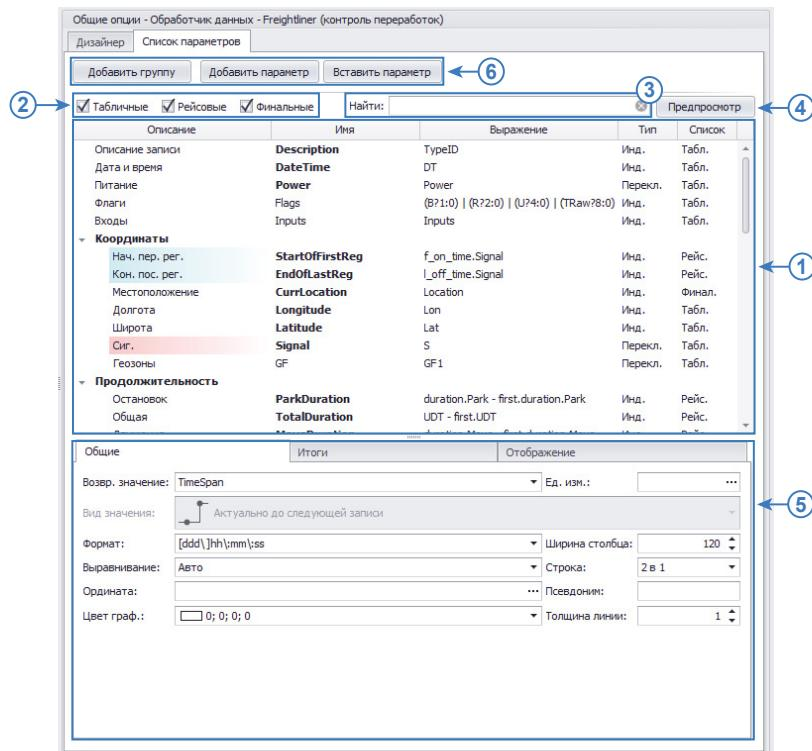

Рис.79. Список параметров.
Список параметров (Рис.79, п.1) приведен в табличном виде и содержит все стандартные параметры, добавленные через дизайнер параметров, пользовательские параметры и дополнительные параметры, добавляемые в обработчик данных для расчета стандартных параметров – параметров, добавленных через Дизайнер.
- При помощи фильтров «Табличные», «Рейсовые» и «Финальные» (**Рис.79, п.2**) пользователь может скрыть разные типы параметров в списке.
- Для удобства работы с большим списком параметров предусмотрен поиск по списку. Для поиска нужного параметра необходимо ввести имя этого параметра или описание в строку «Найти», расположенную над списком параметров (**Рис.79, п.3**).
- В режиме предварительного просмотра пользователь может посмотреть предварительный список параметров, обрабатываемых в программе. Для этого необходимо нажать кнопку «Предпросмотр» (**Рис.79, п.4**) в верхнем правом углу вкладки. В режиме предпросмотра показаны зависимости, выбранный цвет графика, ошибки, если параметры заданы неверно (например, если неверно задано выражение для расчета). Данная возможность позволяет проверить параметры на наличие ошибок и корректность логических выражений перед началом обработки данных.
- При выборе параметра в списке в нижней части вкладки отображаются настройки этого параметра (**Рис.79, п.5**). Настройки расположены на нескольких вкладках. Настройки определяются типом параметра, который задается в списке параметров в поле «Тип». В последующих параграфах более подробно рассмотрена настройка каждого типа параметров.
- В списке параметров встроена Автосправка, которая позволяет загрузить список всех доступных параметров. Для вызова справки необходимо нажать правую кнопку мыши на списке параметров и выбрать пункт «Автосправка» (**Рис.79**).
Добавить новый элемент в список можно с помощью кнопок «Добавить группу», «Добавить параметр» и «Вставить параметр» (Рис.79, п.6), расположенных в верхней части вкладки «Параметры».